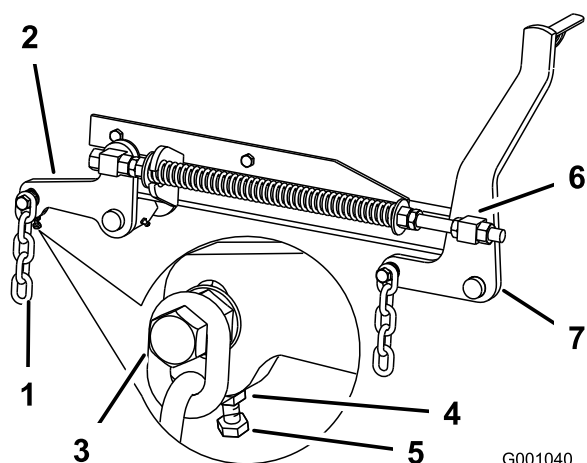

Figura 105
7. Se as medições nas posições **B** ou **C** não estiverem corretas, desaperte o parafuso que fixa a correia traseira ao braço de suporte traseiro (Figura 105).
8. Desaperte a porca de retenção debaixo do braço de suporte traseiro e ajuste o parafuso de ajuste para obter uma medição de 80 a 83 mm; consulte Figura 105.
7. Desaperte as porcas de retenção das articulações frontais, na dianteira das articulações direita e esquerda, aproximadamente 13 mm (Figura 105).
8. Ajuste as porcas de elevação tanto no lado direito como esquerdo da máquina para obter 6 a 10 mm mais baixo na frente em **A** do que atrás em **B** (Figura 105).